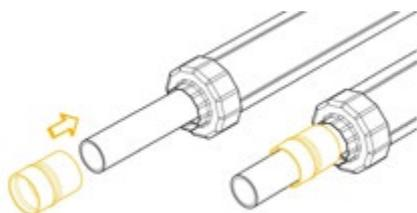

Рис. 5.7.3
1. Надеть гильзу подвижную на напорную трубу внутренней фаской по направлению к торцу трубы (рис. 5.7.3).